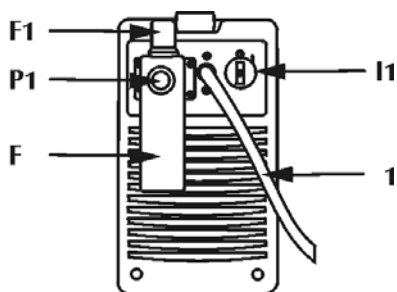

Fig.2
Tänds när strömbrytaren "I1" på den bakre panelen (Fig. 2) sätts i position "I". Anger att aggregatet är påslaget och under spänning.
4.2 Bakre kontrollpanel (Fig. 2)
2. Anslut matarledningen för tryckluft till luftintaget P1 i filterenheten F via ett kopplingsstycke på 1/4 tum (Fig. 2). Trycket ska vara minst 5 bar med en minsta luftkapacitet på 200 liter i minuten.
Tryck på knappen för gastest (T2 i Fig. 1) för att rensa tryckluftssystemet från eventuella rester och föroreningar. För sedan upp vredet för tryckinställning (F1 i Fig. 2) och vrid det tills trycket 5 bar visas på displayen D2 (utför denna manöver med knappen för gastest intryckt, så att du gör inställningen när tryckluftssystemet är öppet).